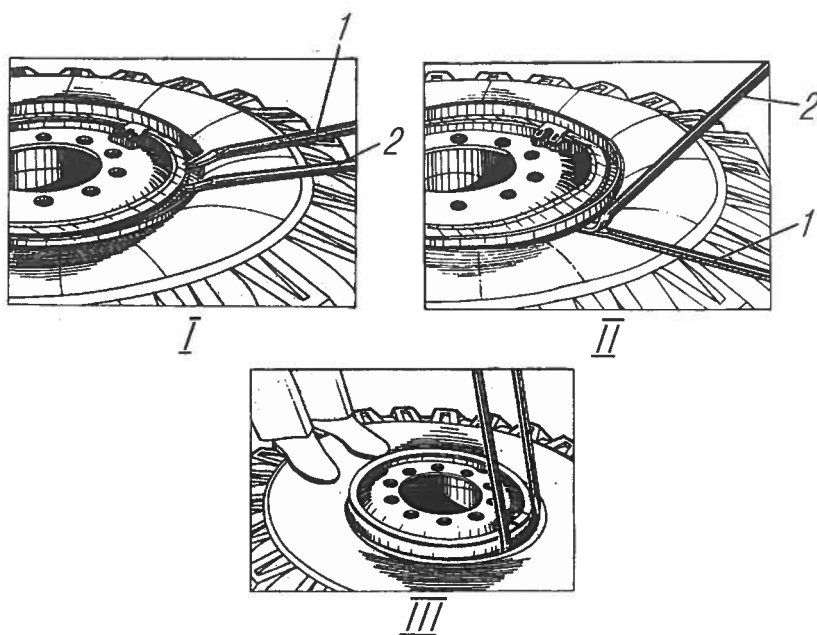

Рис. 45. Разборка колеса:
2. Снять борт шины с посадочной полки обода, для чего ввести плоский конец короткой монтажной лопатки в демонтажный паз между бортовым и замочным кольцами и отжать бортовое кольцо вниз, в образовавшийся зазор ввести рядом плоский конец второй монтажной лопатки (рис. 45, I). Нажимая на обе лопатки и поочередно переставляя их по кругу на расстоянии 50–100 мм друг от друга, несколько осадить бортовое кольцо вместе с бортом шины вниз, а затем, применяя крюкообразный конец большой монтажной лопатки, полностью снять (осадить) борт шины по всей длине с посадочной полки обода.
– между короткой лопаткой и бортовой закраиной (бортовым кольцом) завести крюкообразный конец большой монтажной лопатки так, чтобы плоский конец короткой монтажной лопатки разместился в ее пазу (допускается применять молоток) и, опираясь пяткой второй лопатки о первую, надежно зацепившись ее крюкообразным концом за бортовое кольцо, одновременно отжимая обе лопатки (рис. 45, II), осадить борт шины вниз;
— ввести плоские концы монтажных лопаток между ободом и бортом шины в зоне вентиля на расстоянии 200–250 мм друг от друга (рис. 45, III) и, нажимая на них, переместить часть борта через посадочную полку вверх (вывести его наружу обода). При этом противоположная часть борта шины должна обязательно находиться в монтажном ручье обода;